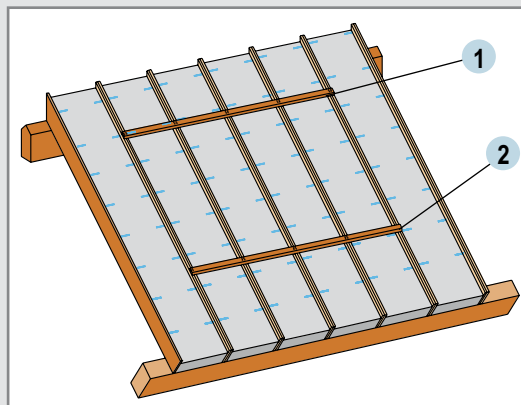

Fig. 21 : Chevêtre simplifié
- fixation de deux renforts en bois massif de dimensions 25 x 150 x 2500 par pointes torsadées de 100 mm (2 pointes au droit de chaque chevron de Fibratop Silver ou Fibratop ERP soit 20 pointes par renfort mécanique). (fig. 21)